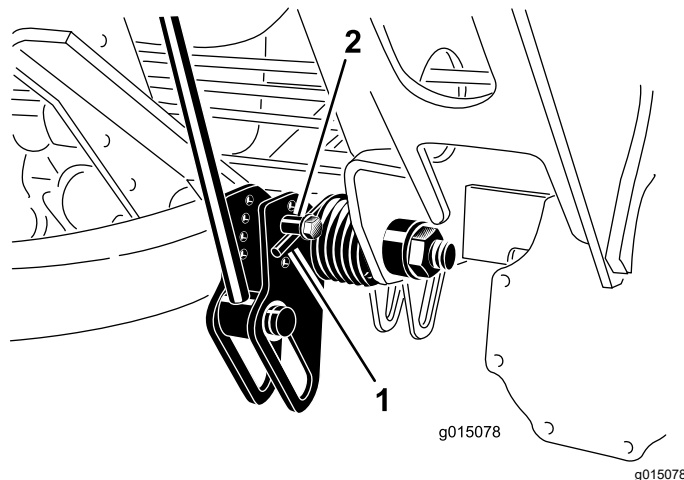

図 38
2. 調整作業の最中に、スプリングのテンションが掛からないようにするため、スプリングの長い方の端にパイプなどを通してスプリングの力を殺しておく 図 38。
3. スプリングのテンションをなくしたら、スプリングアクチュエータを固定しているボルトとロックナットを外す 図 38。